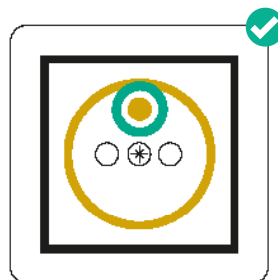

fig. 1
- Alle stopcontacten zijn voorzien van een aangesloten penoording **zie fig. 1** (randaarding is verboden in België **zie fig. 2**) en zijn van het kindveilige type, zodat metalen voorwerpen – zoals een ijzerdraadje – niet in het stopcontact gestoken kunnen worden.